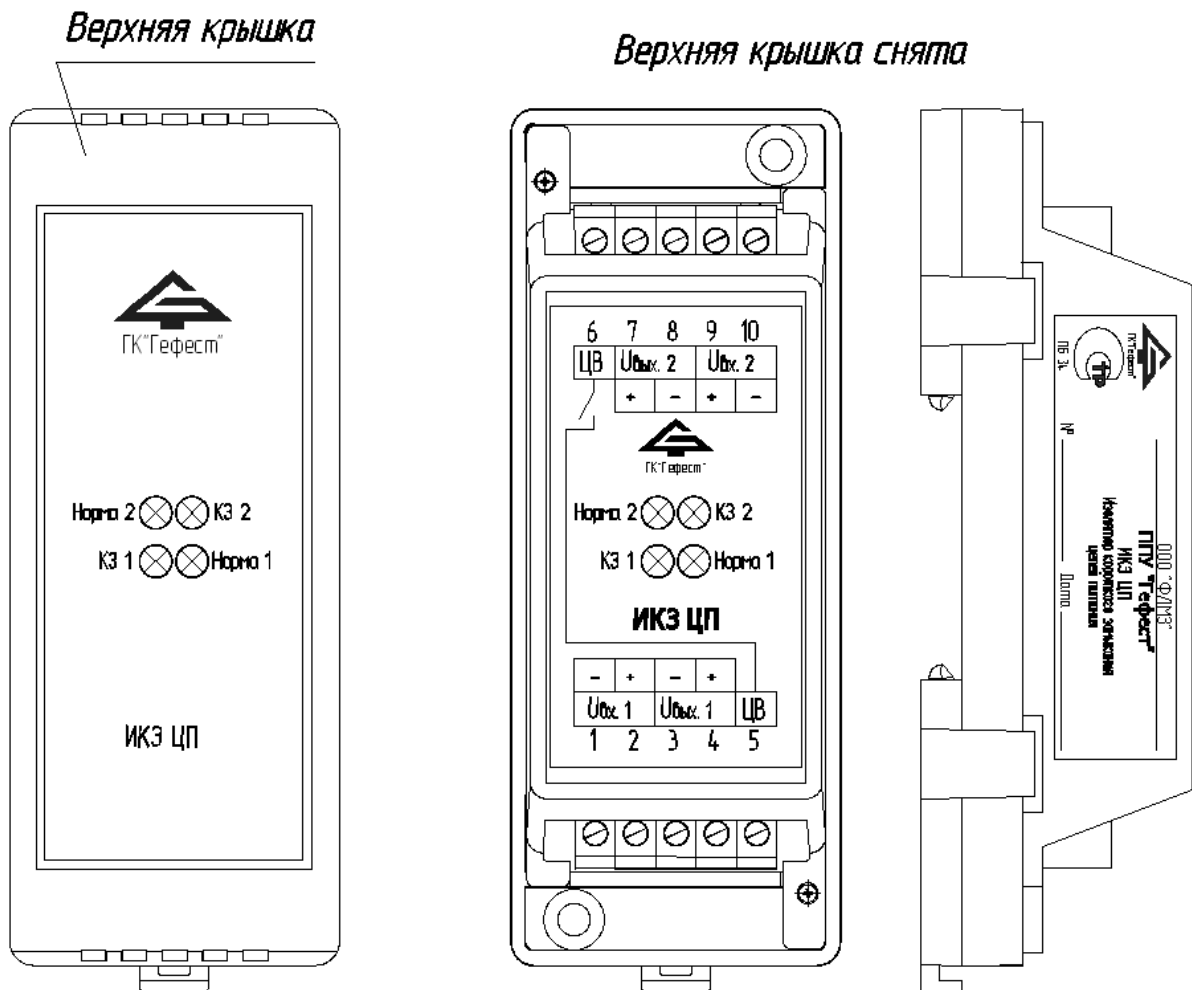

Рис.1
4.1 Внешний вид ИКЗ ЦП представлен на рис. 1.